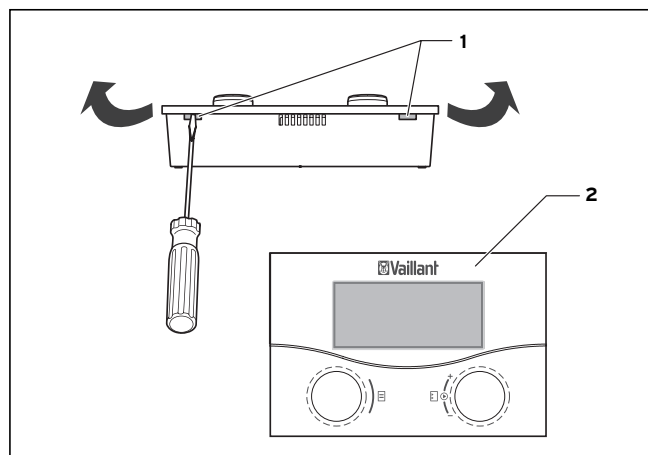

Fig. 3.1 Åbning af fjernbetjeningsenhed
- Åbn fjernbetjeningsenheden (2) ved begge sprækker (1) på enhedens underside ved hjælp af en skruetrækker som vist på fig. 3.1.